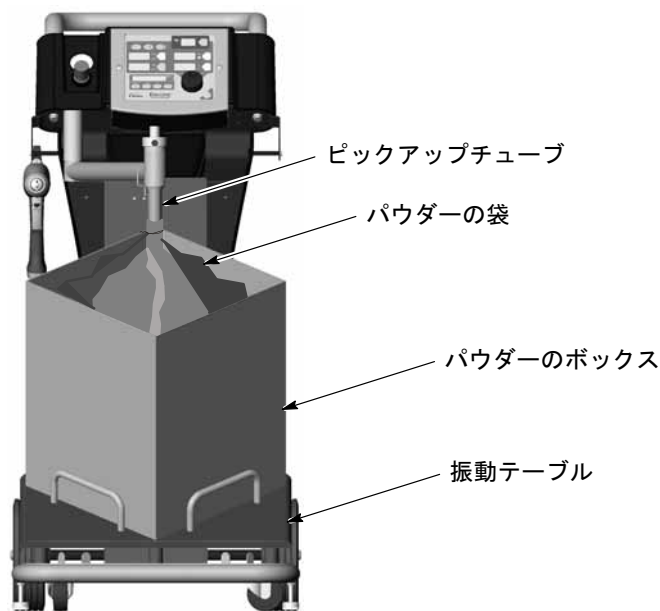

図 4-2 パウダーボックスのスタートアップ
2. 図 4-2 を参照。 パウダーのボックスを振動テーブルに設置します。